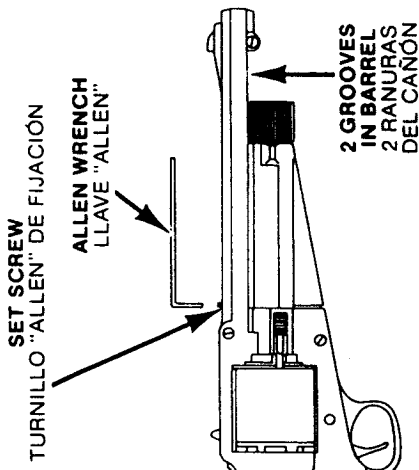

FIG. 5
- D. Loosen Set Screw on top of the pistol 2 turns using a standard 5/64" allen wrench. (Fig. 5)
- D. Afloje el tornillo "Allen" de fijación arriba del revólver. Dele 2 vueltas usando una llave regular "Allen" de 5/64". (Fig. 5)